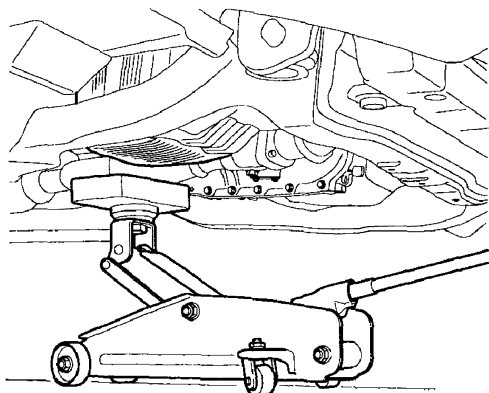

图 31-3 放置好千斤顶
① 把千斤顶放置到发动机油底壳处，千斤顶与油底壳之间要垫上木块，如图 31-3 所示。